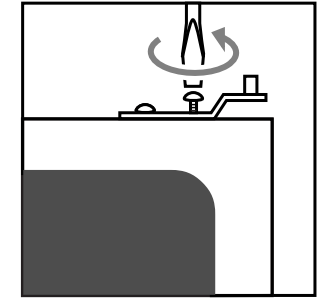

Abb. 8b
- Das Scharnier, das sich nun auf der oberen Seite befindet, entfernen (Abb. 8b). Achtung: der Ring gehört zum unteren Scharnier.